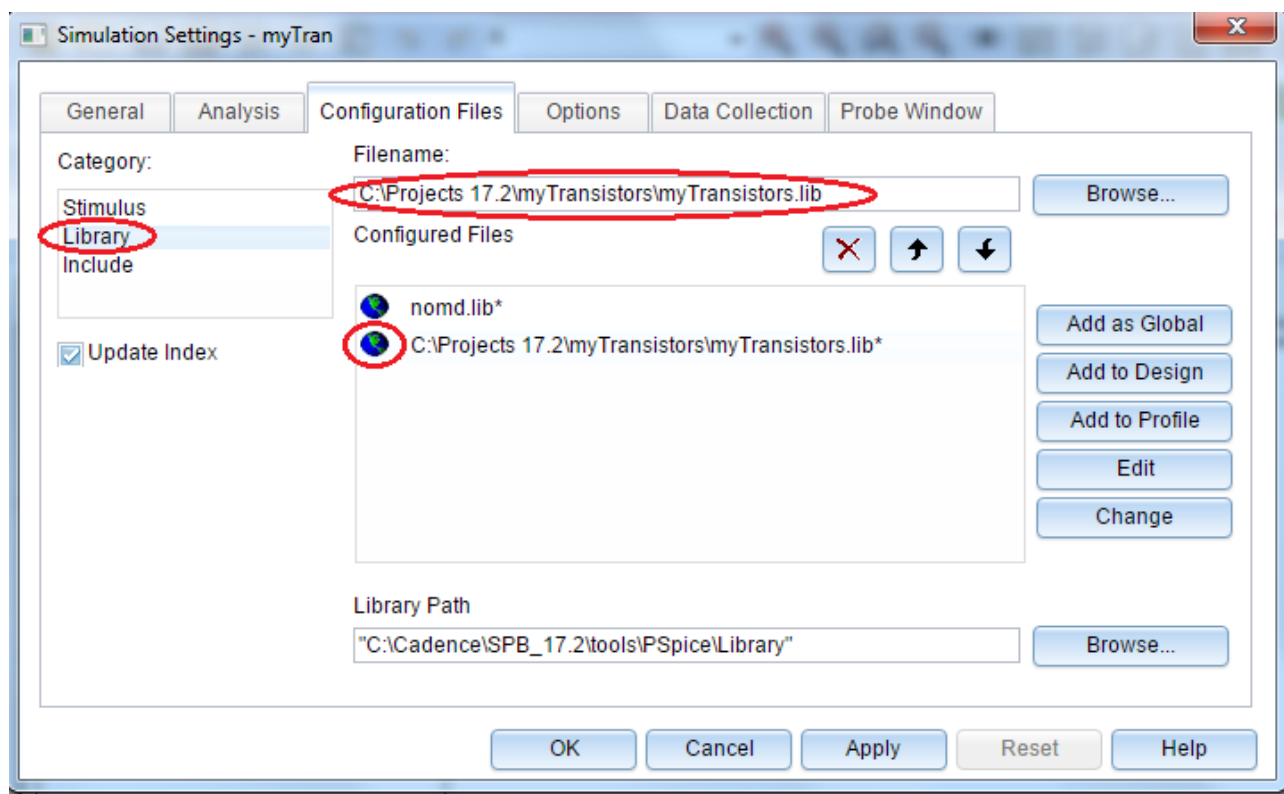

Рис. 15.12. Добавление глобального библиотечного файла
10. Создайте новый профиль моделирования, например, myTran, выполнив PSpice> New Simulation Profile. На вкладке Configuration files выберите Category > Library и перейдите к папке, где сохранен myTransistors.lib. Вы можете добавлять файлы библиотеки как Global или локально к дизайну или к профилю. Добавьте файл как глобальный (рис. 15.12) и нажмите ОК. Транзистор готов к моделированию, а библиотека myTransistors.lib будет доступна для каждого нового проекта.